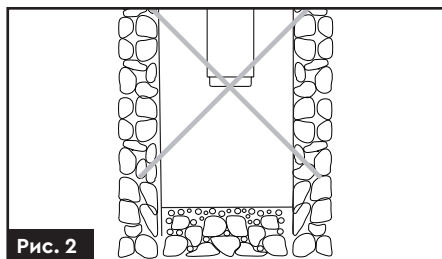

Рис. 2
- Забороно експлуатацію насоса без фільтра грубої очистки на нижній частині обсадної труби свердловини (рис. 2), щоб уникнути потрапляння піску і каменів в насосну частину насоса!